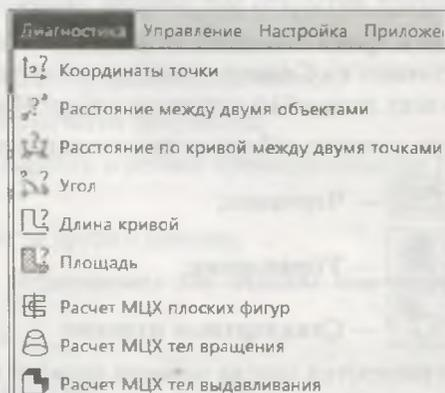

Рис. 3.9. Выпадающее меню пункта Диагностика
- ◆ **Диагностика** — это команды для определения координат, длины линии, расчета массо-центровочных характеристик (рис. 3.9);